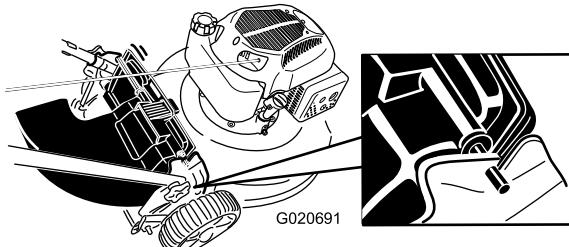

Figura 24
4. Introduza a barra do deflector de descarga traseira nos entalhes na máquina (Figura 24).